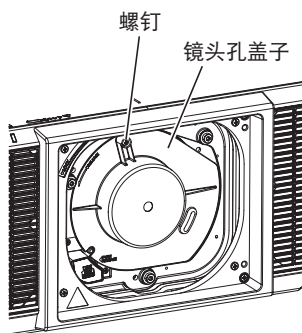

图 1
1) 拧松镜头孔盖子上的螺钉(图 1)。
2) 按下镜头释放钮的同时，逆时针转动投影镜头直到无法转动为止，然后取下投影镜头(图 1)。